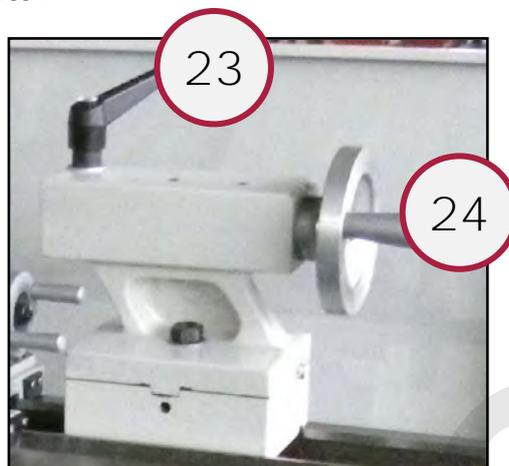

Figura 24 – Leva e volantino contropunta.
3. **Se necessario, bloccare l'estremità opposta del pezzo tramite la contropunta.** A tal proposito, regolare la posizione della contropunta e del canotto, utilizzando la leva ed il volantino di fissaggio appositi (Figura 24).